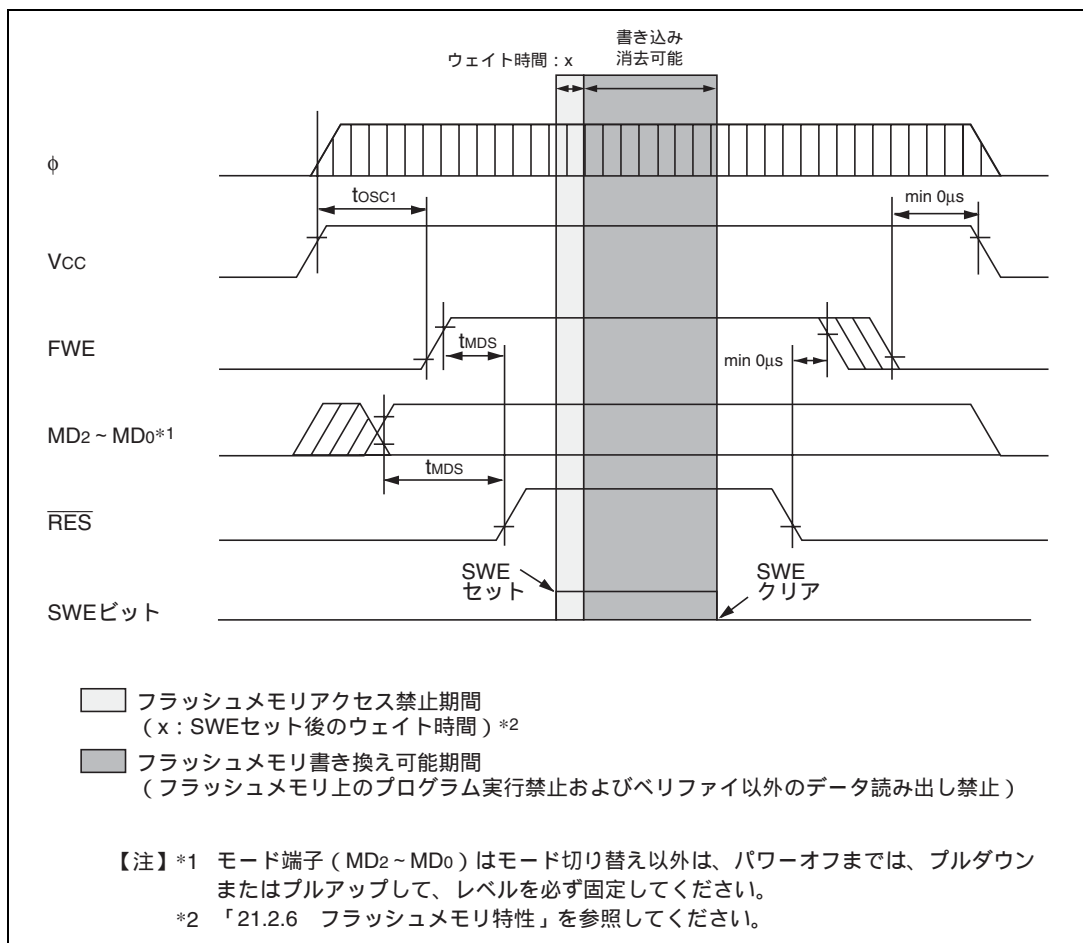
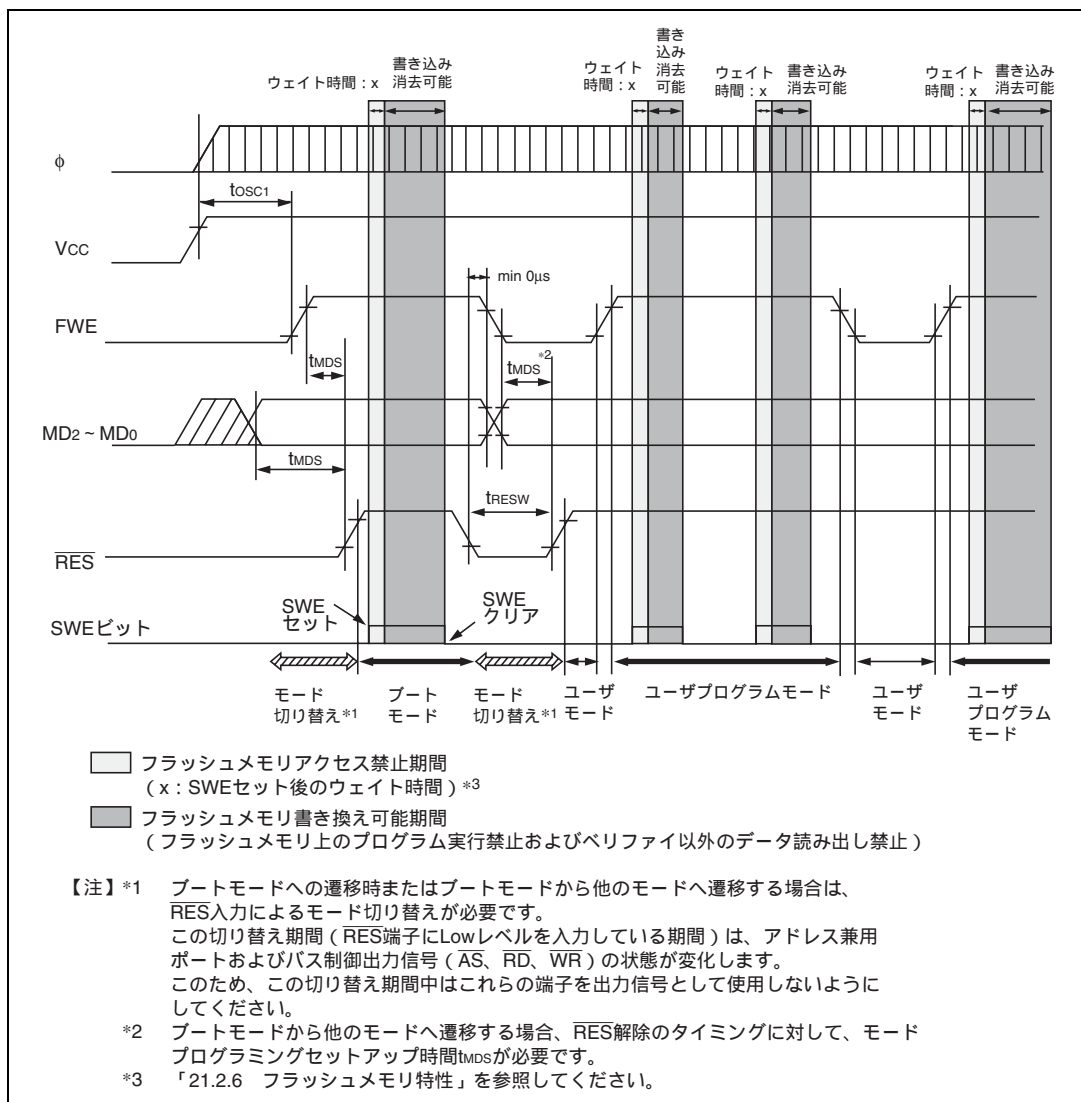

図 18.25 電源投入/切断タイミング (ブートモード)
図 18.27 モード遷移タイミング (例：ブートモード ユーザモード ユーザプログラムモード)
(2) 電源投入 / 切断時の注意 (図 18.25 ~ 図 18.27 参照)
(3) FWE 端子の印加 / 解除の注意 (図 18.25 ~ 図 18.27 参照)